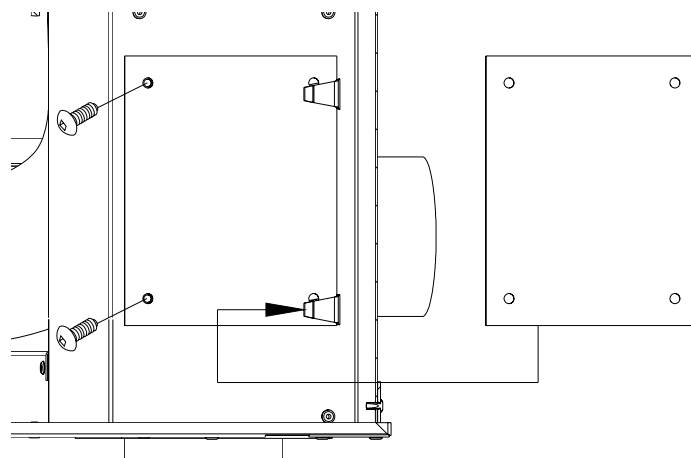

Figure 1
- 2) Scellez l'arrivée d'air localisée à droite en installant la plaque(incluse)sur l'ouverture en utilisant les deux clips du côté droit et deux vis(incluses) sur le côté gauche figure 1.